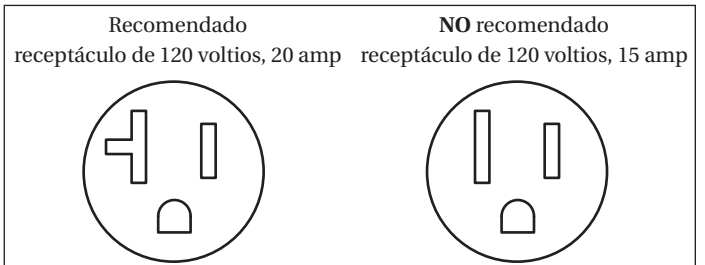

Figura 2
NOTA: muchos edificios y hogares están equipados con circuitos derivados de 15 y 20 amp. El circuito recomendado para operar este cortador con plasma de un circuito derivado dedicado de 20 amp. Revise que el receptáculo de la pared sea un receptáculo de 20 amp como el que se muestra en la Figura 2 y revise la caja de circuito para verificar que el receptáculo esté en un disyuntor de 20 amp. Es importante que no haya ningún otro dispositivo eléctrico conectado al mismo tiempo en el mismo circuito derivado. Operar esta unidad en un circuito derivado de 15 amp puede causar que el disyuntor se dispare.
- ◆ Verifique que la pinza de trabajo esté correctamente conectada a la pieza de trabajo en una ubicación cercana al lugar de corte. La pinza de trabajo debe conectarse al metal limpio en un área sin óxido, pintura ni otras sustancias no conductivas. Vea la figura 2.